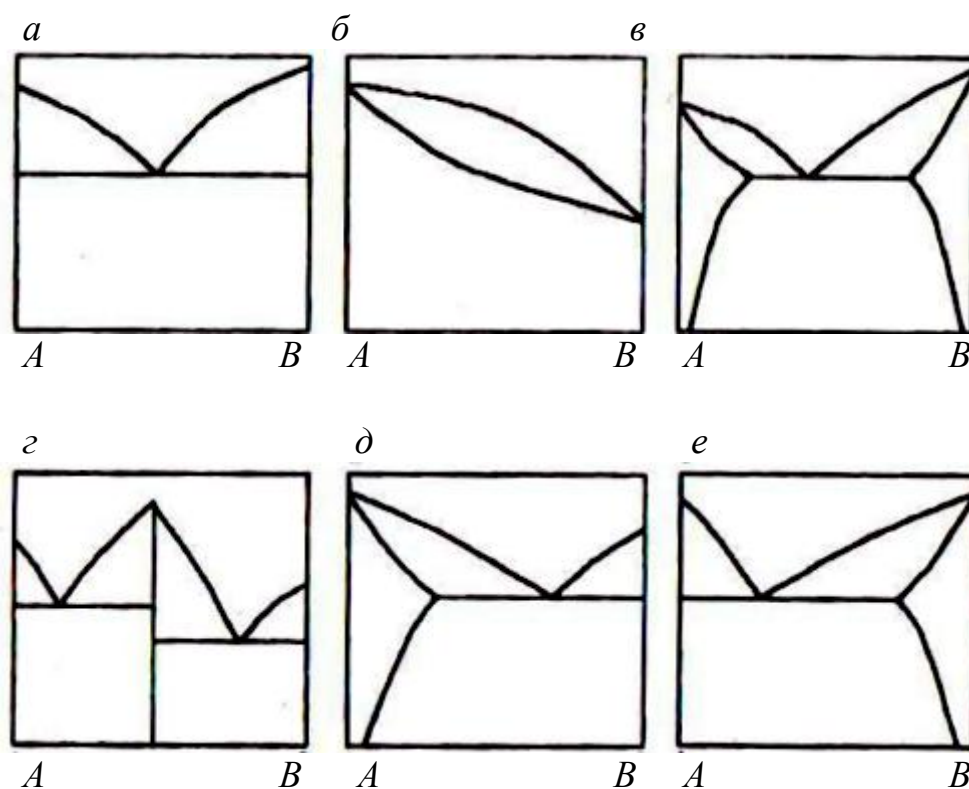
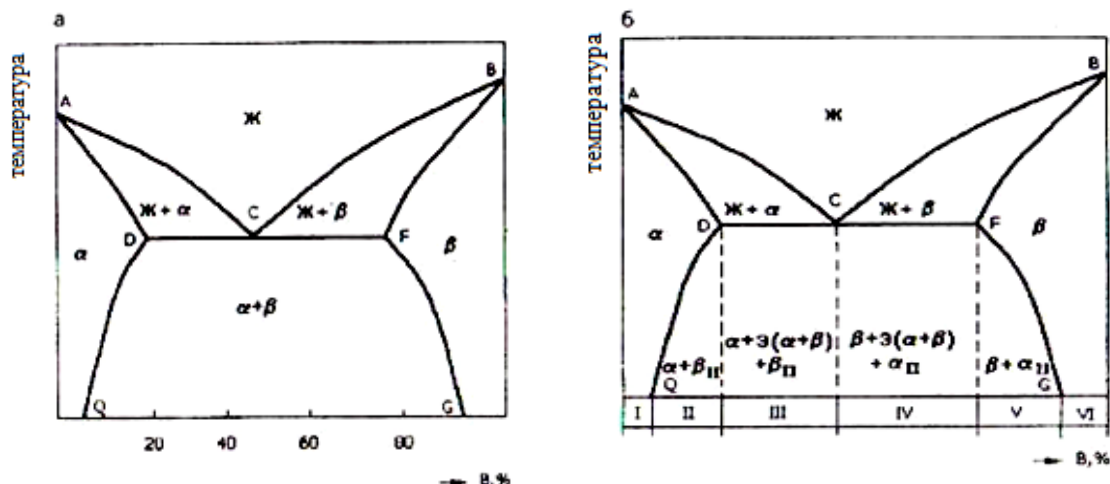

Рис. 1. Основные виды диаграмм состояния сплавов
Рис. 6. Диаграмма состояния для сплавов с ограниченной растворимостью компонентов в твердом состоянии:
Если не считать систем с полиморфными превращениями компонентов, то основными видами диаграмм можно считать четыре, изображённые на рис. 1:
- диаграмма состояния сплавов, образующих механические смеси (рис. 1 а);
- диаграмма состояния сплавов с неограниченной растворимостью компонентов в твердом состоянии (рис. 1 б);
- диаграмма состояния сплавов с ограниченной растворимостью компонентов в твердом состоянии (рис. 1 в);
- диаграмма состояния сплавов, образующих химическое соединение (рис. 1 г);
Кроме того, на рис. 1 д и рис. 1 е приведены диаграммы, предлагаемые в контрольной работе № 1, – с ограниченной растворимостью компонентов «слева» (рис. 1 д) или «справа» (рис. 1 е).
Диаграмма состояния сплавов, образующих механические смеси из чистых компонентов (рис. 1 а)
Диаграмма состояния сплавов с неограниченной растворимостью компонентов в твердом состоянии (рис. 1 б)
Диаграмма состояния сплавов с ограниченной растворимостью компонентов в твердом состоянии (рис. 1 в)
Данный вид диаграммы включает две рассмотренные ранее диаграммы (рис. 1 а, 1 б). Более подробно она изображена на рис. 6.
На диаграмме с ограниченной растворимостью компонентов слева и справа (рис. 6 б) можно отметить шесть характерных областей: